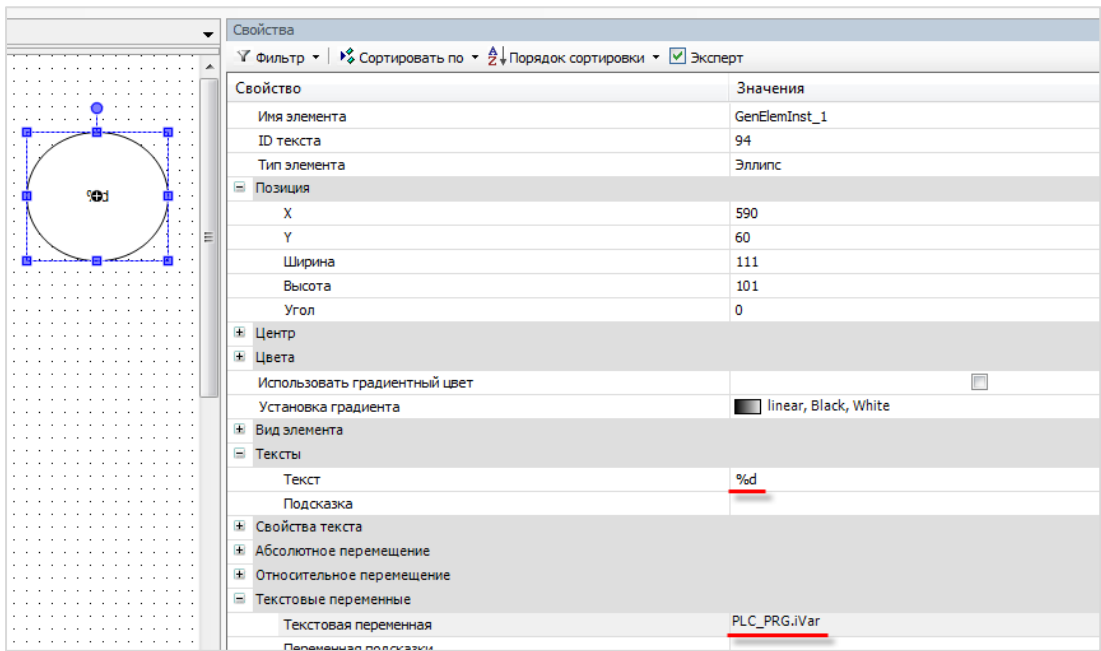

Рисунок 7.8 – Привязка переменной к элементу
1. Привязать к элементу визуализации переменную и настроить формат ее вывода (см. рисунок 7.8).